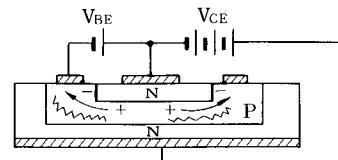

図7 ピンチ・イン効果
スイッチングレギュレータにおいては、蓄積時間 t_{stg} , 下降時間 t_f を短かくする必要があるため、エミッタ・ベースジャンクションを図5の③のように強制的に逆バイアスするのが普通で、この意味において $V_{CEX(SUS)}$ からなる安全動作領域が一番重要です。ここで逆バイアスが強いほどスイッチングタイムは短縮されますが、エミッタの中央部に順バイアスが片よってそこにコレクタ電流の集中する図7に示したピンチ・イン効果によって破壊しやすくなるため、逆バイアスの条件は、カタログの $V_{CEX(SUS)}$ 測定条件以下であることが必要です。